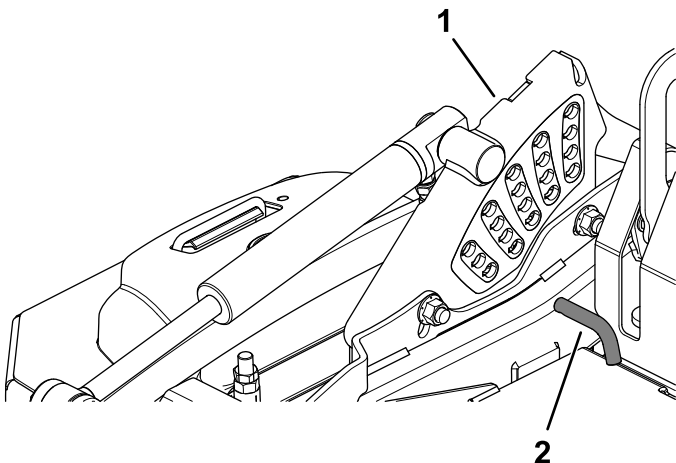

Figure 25
2. Tournez la goupille de hauteur de coupe jusqu'à ce que la goupille cylindrique située à l'intérieur soit en face des fentes dans les trous du support de hauteur de coupe, et retirez-la (Figure 25).
3. Insérez la goupille de hauteur de coupe dans le trou correspondant à la hauteur de coupe souhaitée (Figure 25).
Les différentes hauteurs de coupe sont indiquées sur l'autocollant situé sur le côté de la plaque de levage du plateau (Figure 25).